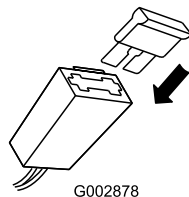

Figura 32
3. Sostituite il fusibile nel portafusibili (Figura 32).